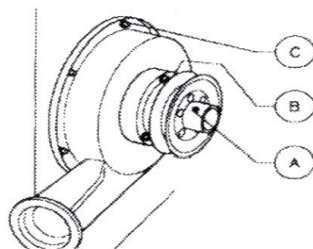

Рис. 23
- используя инструмент для удаления шпилек удалите эластичную шпильку которой крепится шкив (Рис. 23-А), затем удалите сам шкив;
- удалите стопорное кольцо Ø 25 с оси (Рис. 23-В);
- удалите винты, которыми фиксируется насос (Рис. 23-С), отсоедините насос от рамы вместе с осью (Рис.24);